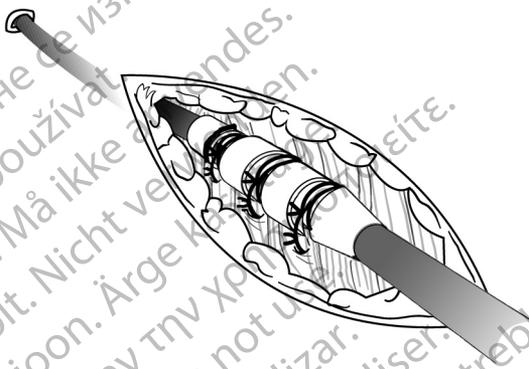

Abbildung 12. Beispiel einer Nahtmanschette, perkutane Implantationstechnik
1. Ziehen Sie die Einführschleuse ab, und schieben Sie die distale Nahtmanschette tief in das Gewebe hinein (Abbildung 12 Beispiel einer Nahtmanschette, perkutane Implantationstechnik auf Seite 35).